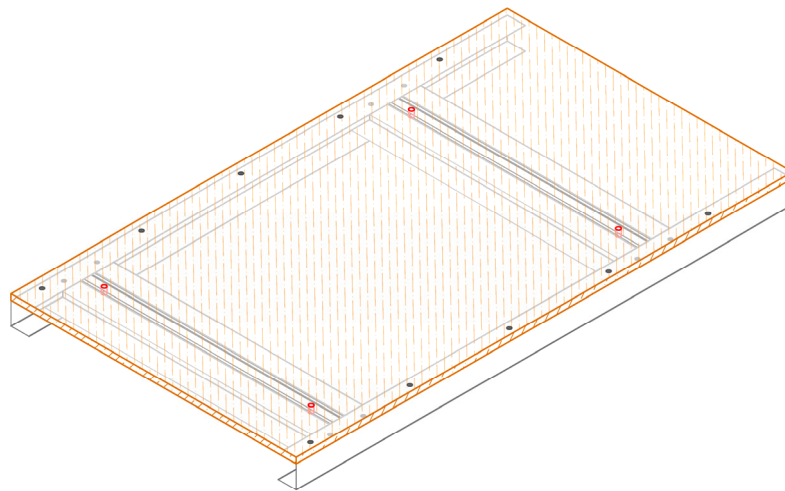

Рис. 5
- Разметить местоположение отверстий под шпильки и высверлить отверстия в огнезащитной плите (рис.5)